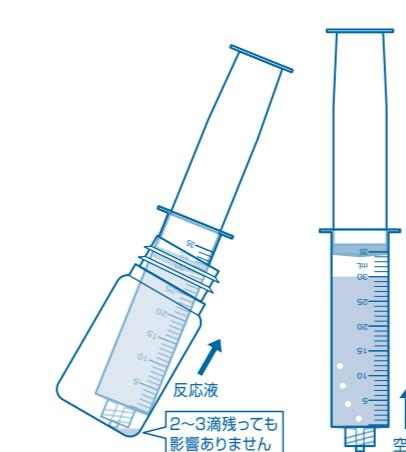

図5
- ⑤30mLシリジンに④の反応液を全量吸い込み、さらに空気を5mL程度吸い込みます。(図5)